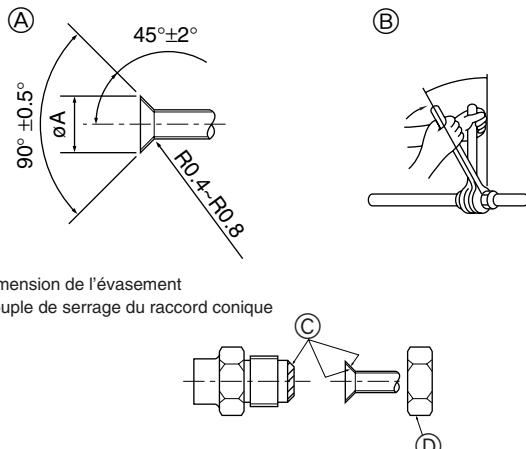

Fig. 4-1
Tableau 1 (Fig. 4-1)
4.2. Connexion des tuyaux (Fig. 4-1)
- Appliquer un film mince d'huile réfrigérante sur la surface du tuyau et du support du joint avant de serrer l'écrou évasé. ①
- Utiliser deux clés pour serrer les connexions des tuyaux. ②
- Appliquer de l'huile réfrigérante sur toute la surface évasée du fond. ③
- Utiliser les raccords coniques fixés à l'unité. ④
- ① Raccorder les tuyaux en commençant par l'appareil intérieur.